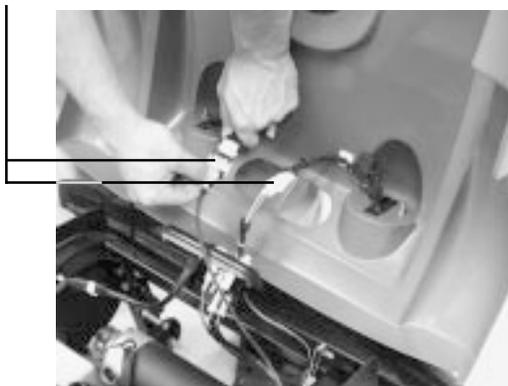

Figura 16. Sgancio dei morsetti illuminazione
4. Sollevare delicatamente il retroscudo fino a poter accedere ai morsetti illuminazione per scollegarli. Si veda figura 16. Il retroscudo è fissato allo Scooter tramite una fascetta riutilizzabile.